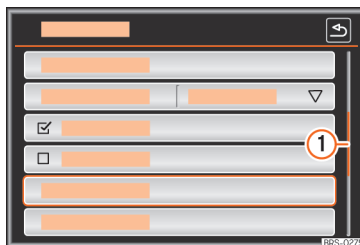

Abb. 180 Listeneinträge eines Einstellungsme-nüs.
Auf der rechten Seite befindet sich die Scroll-Leiste, deren Größe von der Anzahl der Listeneinträge abhängt »» **Abb. 180 ①**.